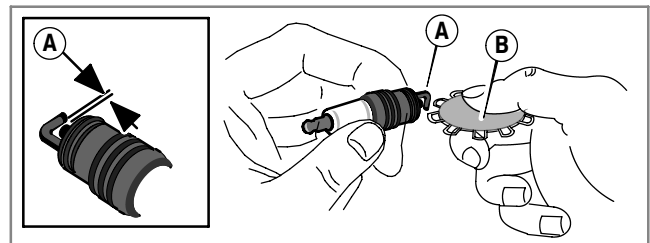

Figure 11
Remplacer la bougie une fois par an. Vérifier l'écartement des électrodes (A, Figure 11) avec une jauge (B). Le cas échéant, régler l'écartement. Remonter et serrer la bougie au couple recommandé. L'écartement et le couple de serrage sont indiqués dans la section **Spécifications**.